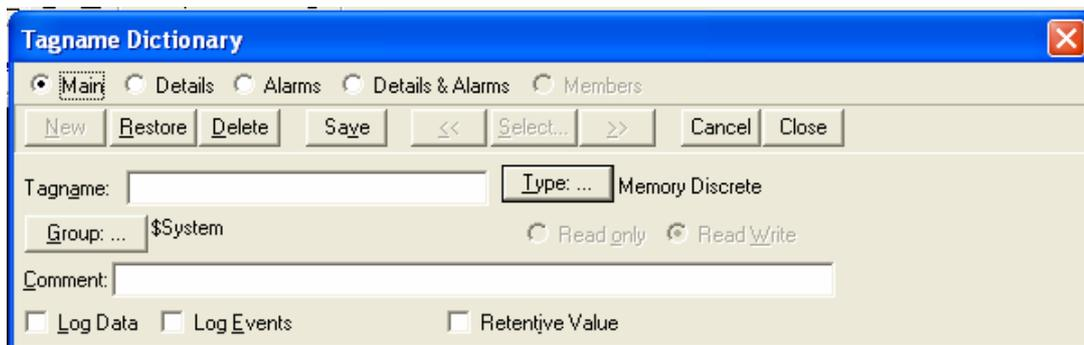

Figura 4.2. Nuevo Tagname
- **Presionar New aparece la pantalla, de la Figura 4.2:**